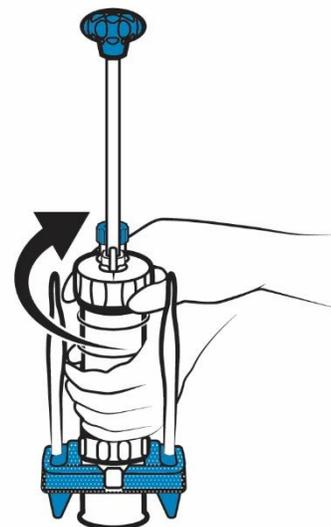

Figura 2: Ilustración de las IFUs
- **Nota 1.** *Asegúrese de que la conexión del tubo está centrada entre los dos soportes azules del monómero como se muestra en la figura contigua (figura 2).*